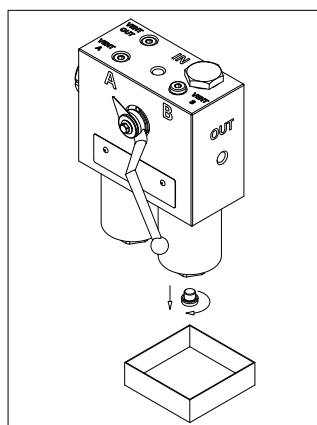

fig. 6
- (Fig. 6) Svitare il tappo di drenaggio predisponendo un recipiente per la raccolta del fluido di lavoro